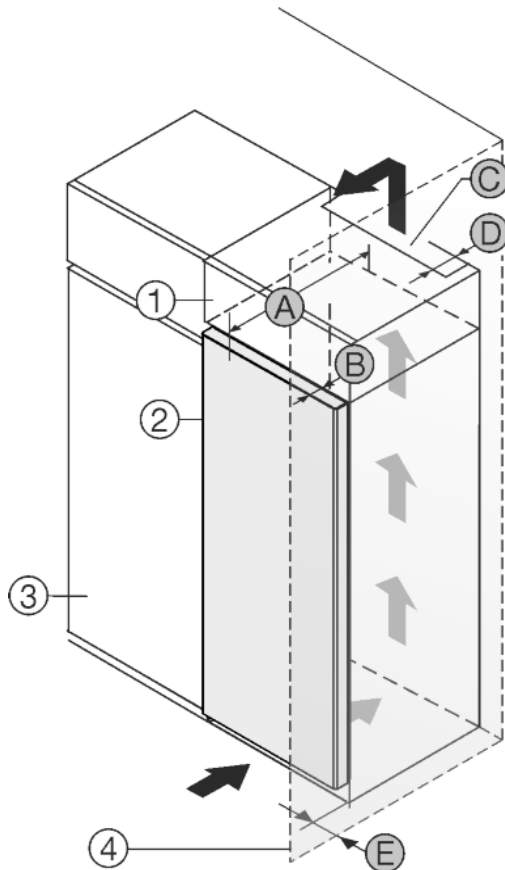

Fig. 1
Amplasați aparatul direct lângă dulapul de bucătărie Fig. 1 (3).*
În partea din spate a dulapului suspendat trebuie să existe o fantă de aerisire cu grosimea Fig. 1 (D) pe toată lățimea dulapului suspendat.
Sub tavanul încăperii trebuie să fie respectată secțiunea de ventilație Fig. 1 (C).
Atunci când aparatul este montat cu balamalele lângă un perete Fig. 1 (4), distanța dintre aparat și perete trebuie să fie de minim 40mm. Această valoare corespunde proeminenței mânerului cu ușa deschisă.